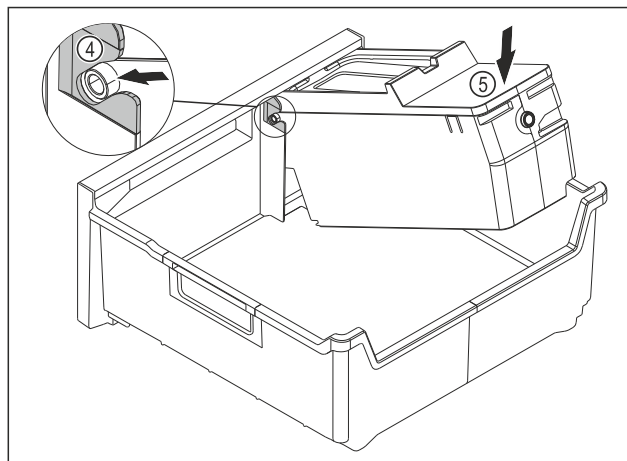

Fig. 100
- ▶ Monter le corps de l'EasyTwist-Ice : Insérer les axes du corps de l'EasyTwist-Ice dans les guides Fig. 100 (4).
- ▶ Appuyer l'arrière du corps de l'EasyTwist-Ice Fig. 100 (5) vers le bas.